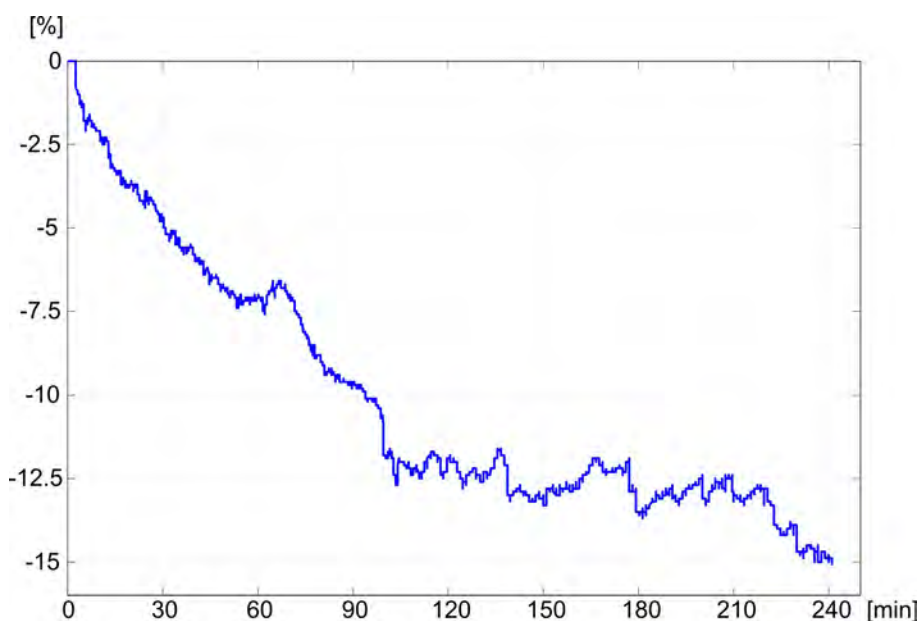

Bild 11-21 Trend för relativ blodvolym (i %) under behandling (tid i minuter)
Hematokritsensorn (tillval) (se avsnitt 11.4 Hematokritsensor (HCT-sensor) (283)) ger relativa blodvolymvärden (delta-blodvolym i %) i tidsintervall om 10 sekunder. bioLogic Fusion använder dessa värden för att beräkna lutningarna i de senaste 10 minuternas RBV-trend (Bild 11-21) för att övervaka utvecklingen av RBV-minskning.